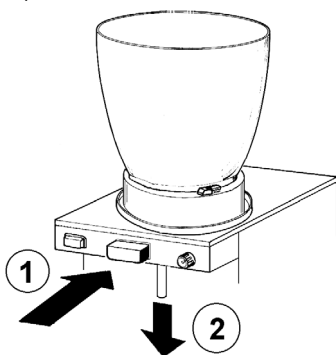

figura 1
- 3 Empujar (1) el botón mando grifo y sacar (2) el tubo de goma de el grifo desde su posición, retirándolo hacia abajo (ver figura 1).